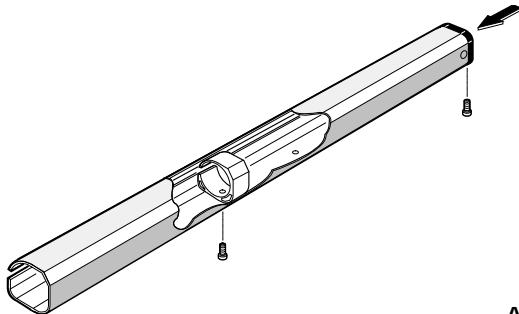
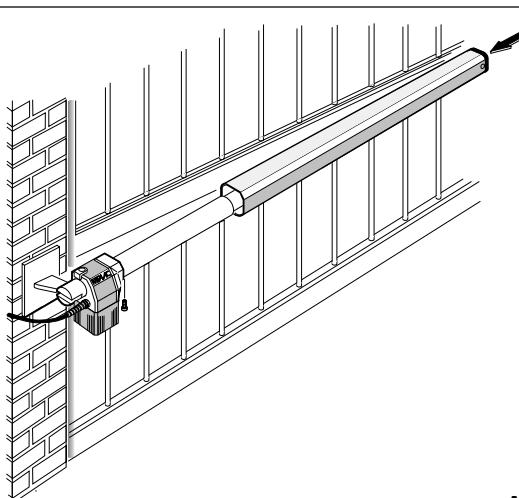

Abb. 8
Abb. 9
- (1) Sämtliche Fixierbolzen der Anschlüsse einfetten
- (2) Ist eine Verschweißung unmöglich, können die Fixierplatten von vorderem und hinteren Anschluß angeschraubt werden.
- 12) Schutzgehäuse (Abb. 8) vorbereiten und gemäß Abb. 9 am Antrieb anbringen.
**Hinweis:** Führungsring des Gehäuses in der am weitesten vom Verschlußdeckel (Abb. 8) entfernten Bohrung fixieren.